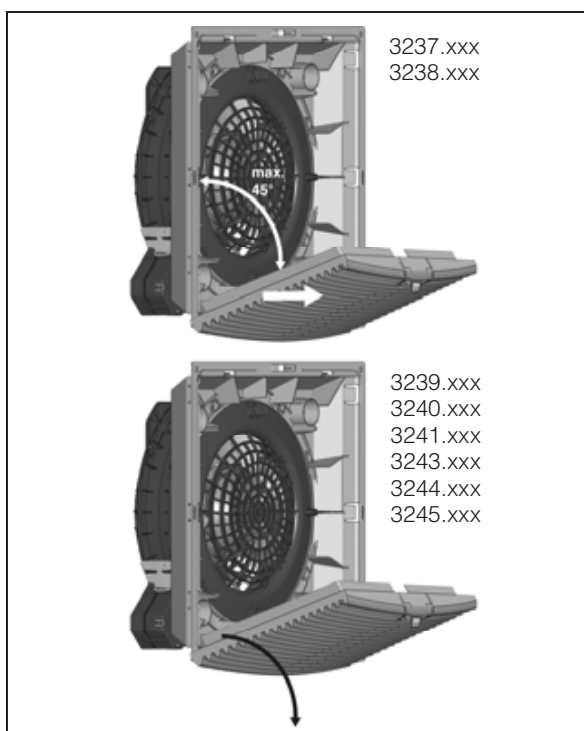

Bild 2: Ta bort lamellgaller
- För att man ska komma åt de nedre montagehålen måste lamellgallret avlägsnas som på bild 2